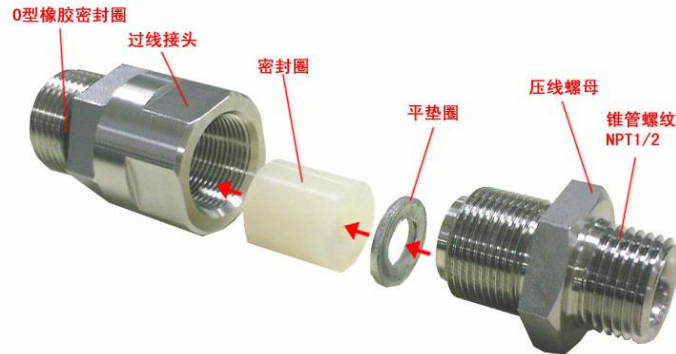

图 7 过线接头组件安装示意图
- 3) 在爆炸危险场所，布线必须符合爆炸危险场所规定相应的要求。探测器连接电缆可选用铜芯屏蔽电缆或防爆软管，如选用防爆软管，防爆软管与探测器接头处螺纹应参考探测器压线螺母的锥管螺纹尺寸(如图 7 所示)。
- 4) 电缆须通过过线接头进入探测器内部。连接电缆时要注意过线接头应有 O 型橡胶密封圈、密封圈和垫片。过线接头组件安装示意图如图 7 所示。